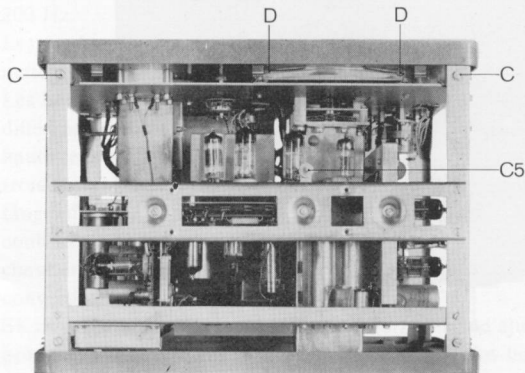

Fig. 8
- Retirer les 8 vis C, voir fig. 8.